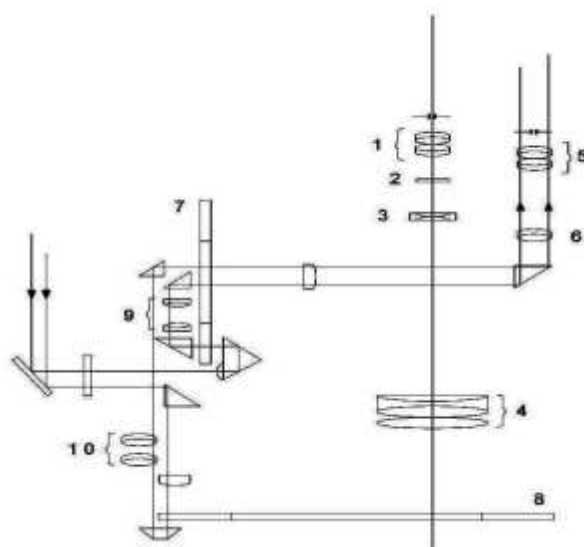

Рис. 4. Оптическая схема теодолита Т5
3. Перечертить в тетрадь оптическую схему теодолита Т5 (рис. 4). Показать ход луча от зеркала до окуляра отсчетного приспособления. Раскрыть назначение пронумерованных деталей и узлов.